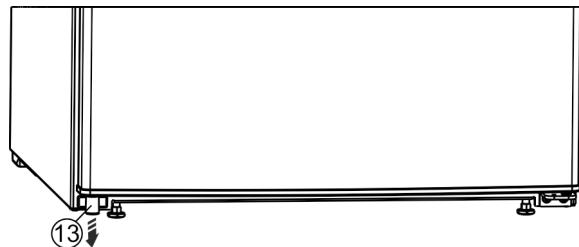

Fig. 13 *
- Vľavo dolu z dverí vyberte dištančný diel Fig. 13 (13).*